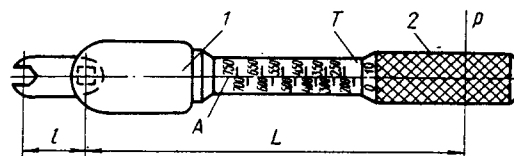

Рис. 1. Тарированный ключ 8АТ-9102-130:
2.1. Тарированный ключ (рис. 1) является ключом с регулируемым (устанавливаемым) крутящим моментом. При достижении установленного крутящего момента рукоятка проскальзывает, что ощущается рукой работающего.